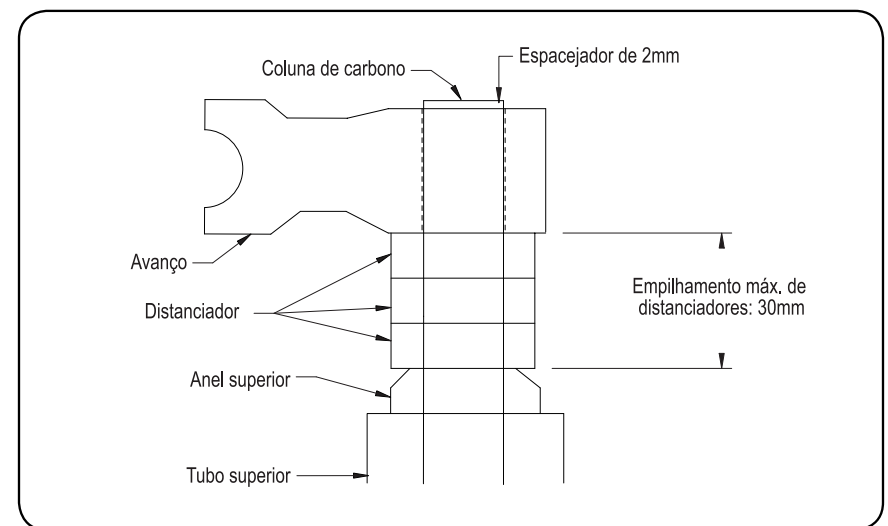

Fig. 1
2. Instale um espaçador de 2mm por cima da haste, para permitir um ajuste correcto da caixa de direcção. O conjunto não deve exceder 30mm de altura, ao instalar os espaçadores (**Fig. 1**).